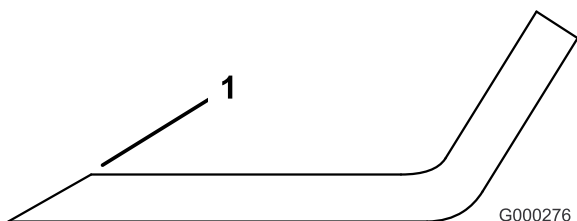

Figure 79
1. Au moyen d'une lime, aiguiser les tranchants aux deux extrémités de la lame (Figure 79) en veillant à conserver l'angle de coupe d'origine. Limez la même quantité de métal sur chacun des deux tranchants pour ne pas déséquilibrer la lame.